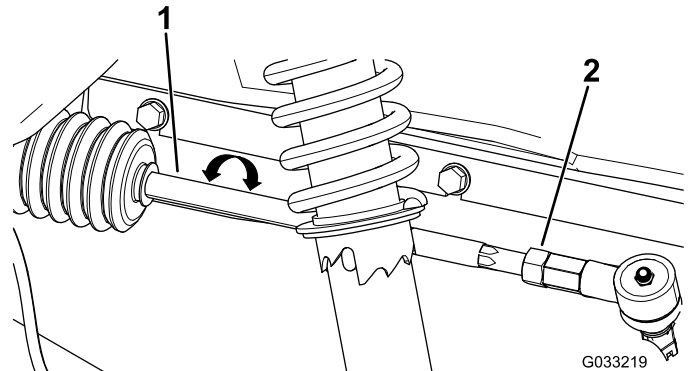

图 54
2. 如果测量值超出 0~6mm，应松开横拉杆外端的锁紧螺母（图 54）。